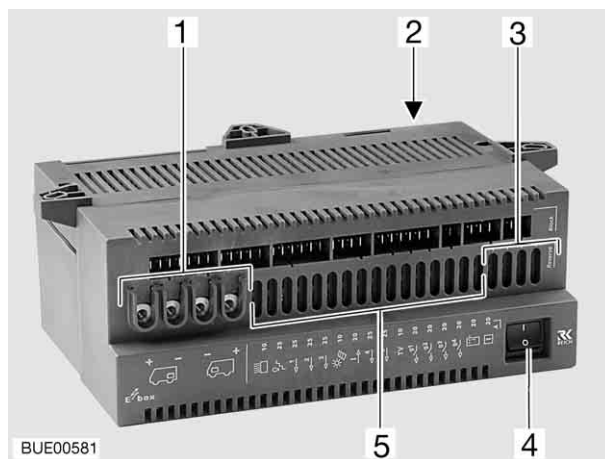

Fig. 95 Bloc électrique (E-Box)
L'interrupteur principal (Fig. 95,4) coupe tous les consommateurs à 12 V de la cellule, y compris la valve de sécurité et de vidange. Ceci permet d'éviter une décharge lente de la batterie de cellule lorsque le camping-car reste inutilisé pendant une longue période (p. ex. immobilisation temporaire).
- ▶ Ne pas modifier la configuration d'usine du sélecteur de type de batterie (Fig. 95,2).